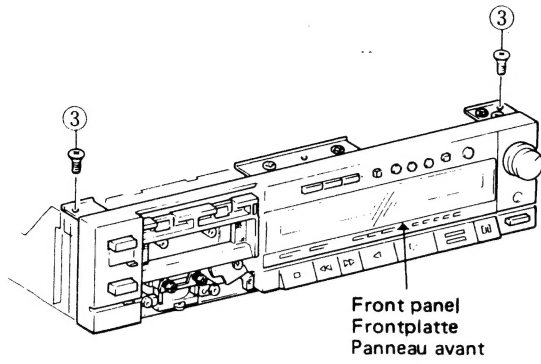

Fig. 3 Abb. 3
4. Front Panel (Fig. 3, 4, 5)
4. Frontplatte (Abb. 3, 4, 5)
4. Panneau de façade (Fig. 3, 4, 5)